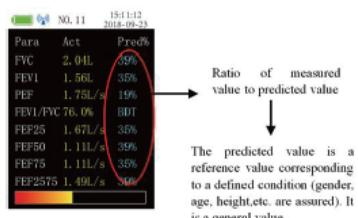
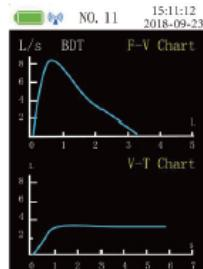

Abbildung 4 Hauptparameteroberfläche
Abbildung 5 Durchfluss-Volumen-Diagramm und Volumen-Zeit-Diagramm
- (2) Atmen Sie in der Testoberfläche vollständig ein, schließen Sie die Lippen um das Mundstück und stoßen Sie die Luft in kürzester Zeit so kräftig wie möglich aus; die orangefarbene Anzeige in der oberen rechten Ecke blinkt in einer bestimmten Frequenz. Warten Sie dann einige Sekunden, das Gerät wechselt in die Hauptparameteroberfläche, wie in Abbildung 4 dargestellt.
a. Hauptparameteroberfläche: Anzeige von 8 Parameterwerten und des Verhältnisses jedes Parameters zu seinem entsprechenden prognostizierten Wert. Das Verhältnis spiegelt den Gesundheitszustand wider, die korrekte Einstellung der Personaldaten ist der Schlüssel zum Erhalt eines genauen Verhältnisses. Außerdem zeigt diese Oberfläche auch das Stromsymbol, die aktuelle Uhrzeit, die Fallnummer und den Gesundheitsstatusanzeiger an, wie in Abbildung 4 dargestellt.
c. „Durchfluss-Volumen-Diagramm“ und „Volumen-Zeit-Diagramm“, wie in Abbildung 5 dargestellt, erscheinen nach Drücken der AUF- oder AB-Taste in der Hauptparameteroberfläche, Abbildung 4 und Abbildung 5 sind die Hauptoberfläche.